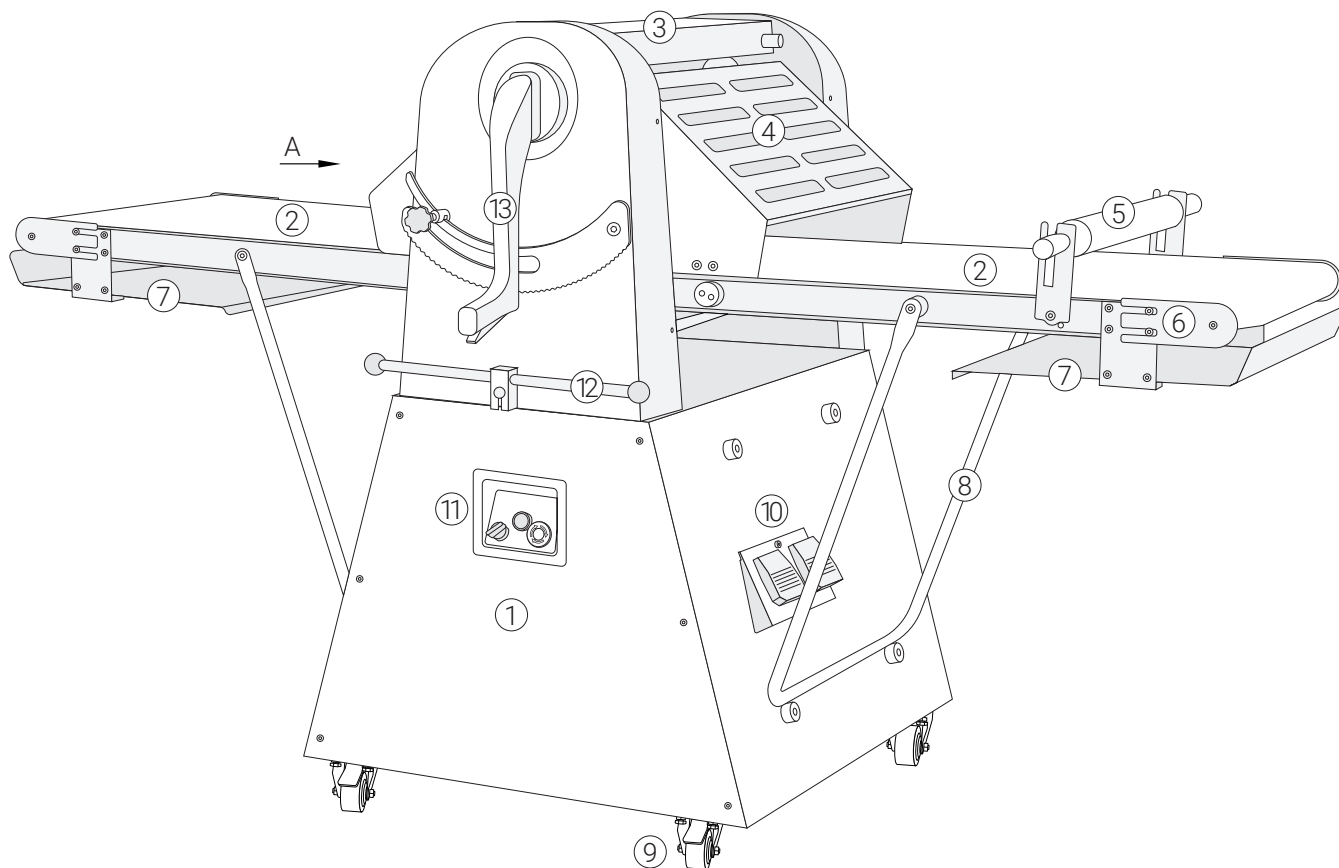

Рис. 1
- Тестораскаточная машина серии KSF (рис. 1) – 1 шт.
5.1.1. Тестораскаточная машина. Вид общий: рис. 1 (может незначительно отличаться в зависимости от модификаций).